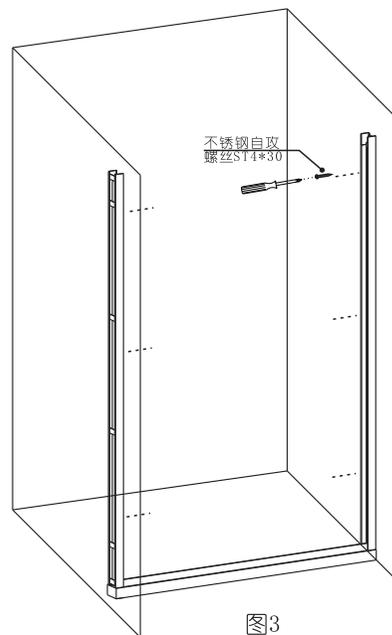
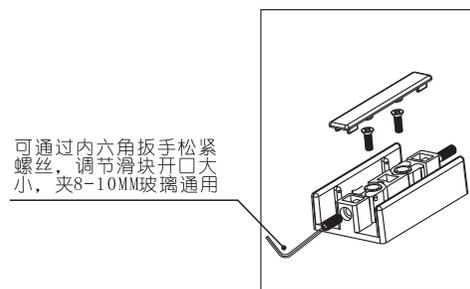
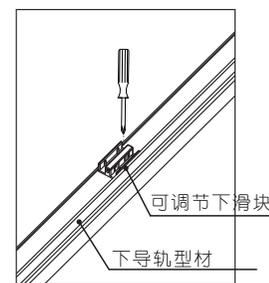

图3
图3-2
图3-1
4. 先将与“可调节下滑块”与“下导轨”用螺丝固定，注意可以用内六角扳手调节滑块卡口大小，使玻璃滑动流畅（如图3-1、图3-2所示），之后将下导轨放在石基上，将左右两根“边柱型材”卡入下导轨，再用ST4*30螺丝固定（如图3所示）。